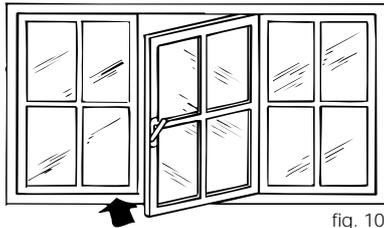

fig. 10
- Las puertas y ventanas del cuarto donde se usa el acondicionador de aire estén cerradas (excepto para la instalación temporal donde es necesario que una ventana esté parcialmente abierta) (fig.10/11).